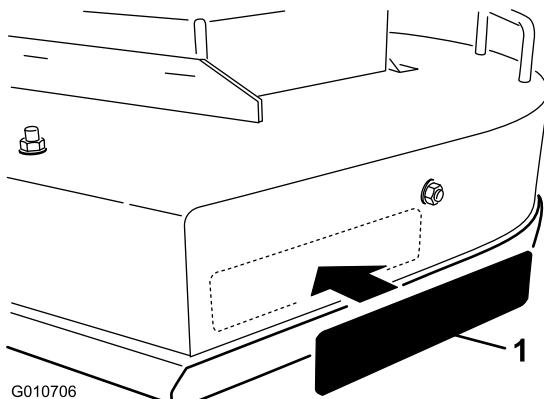

Figure 6
16. Apposez l'autocollant à l'emplacement indiqué à la Figure 6.
- C. Retirez la pellicule de protection au dos de l'autocollant, puis apposez l'autocollant à l'endroit prévu. (Figure 6).